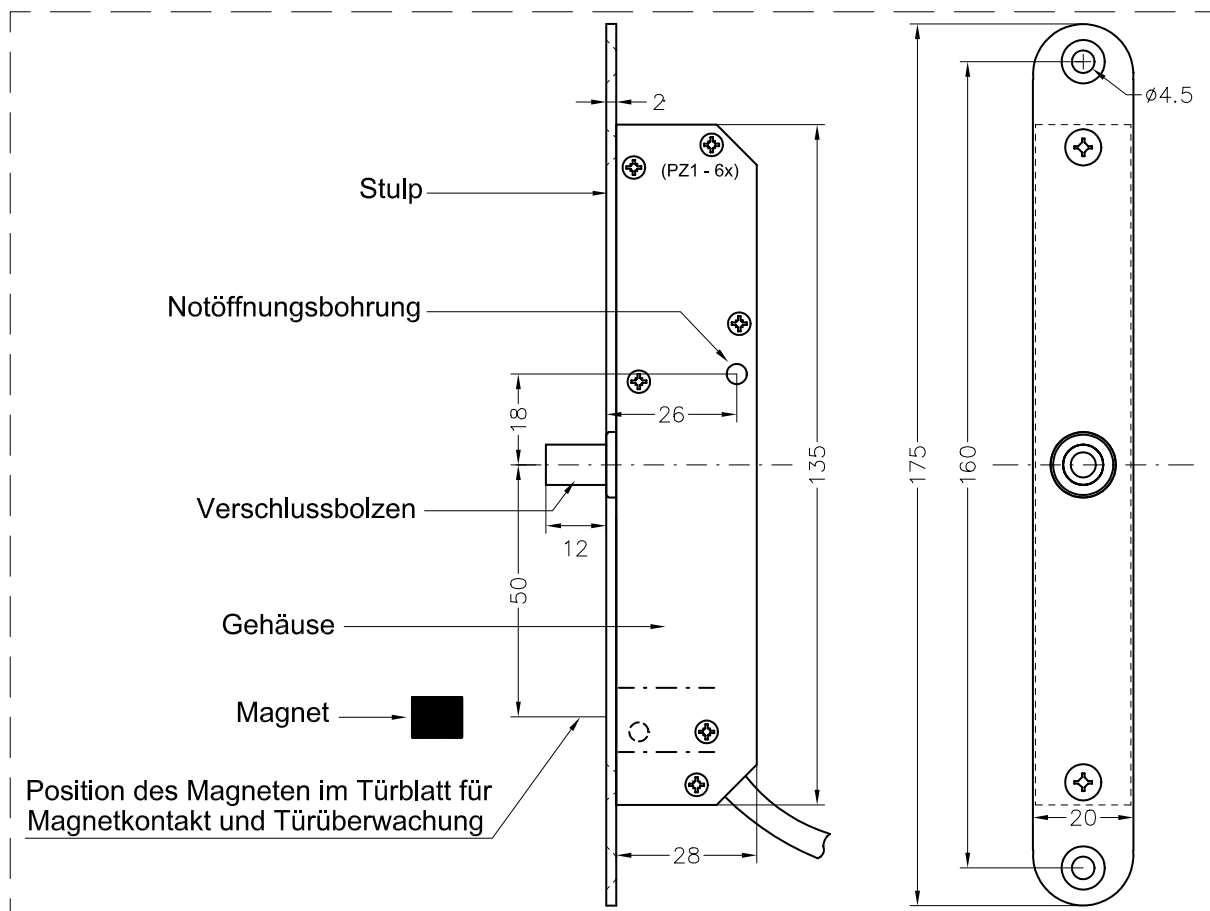

Abbildung 2-2 - Einbaumaße Sperrelement
Die exakten Einbaumaße sind der *Abbildung 2-1* und *Abbildung 2-2* zu entnehmen. Nähere Angaben zur Notöffnung sind unter *Kapitel 2.1.4* sowie *Kapitel 3* zu finden.
Die korrekte Position des Magneten kann der *Abbildung 2-2* entnommen oder mit Hilfe der beiliegenden Bohrschablone für den Magnetkontakt ermittelt werden.
- Nach Installation des Sperrelementes im Türrahmen mit Hilfe der Bohrschablone zur Notöffnungsbestimmung oder anhand der Einbaumaße aus *Abbildung 2-2* die Bohrung für die Notöffnung am Türrahmen markieren.